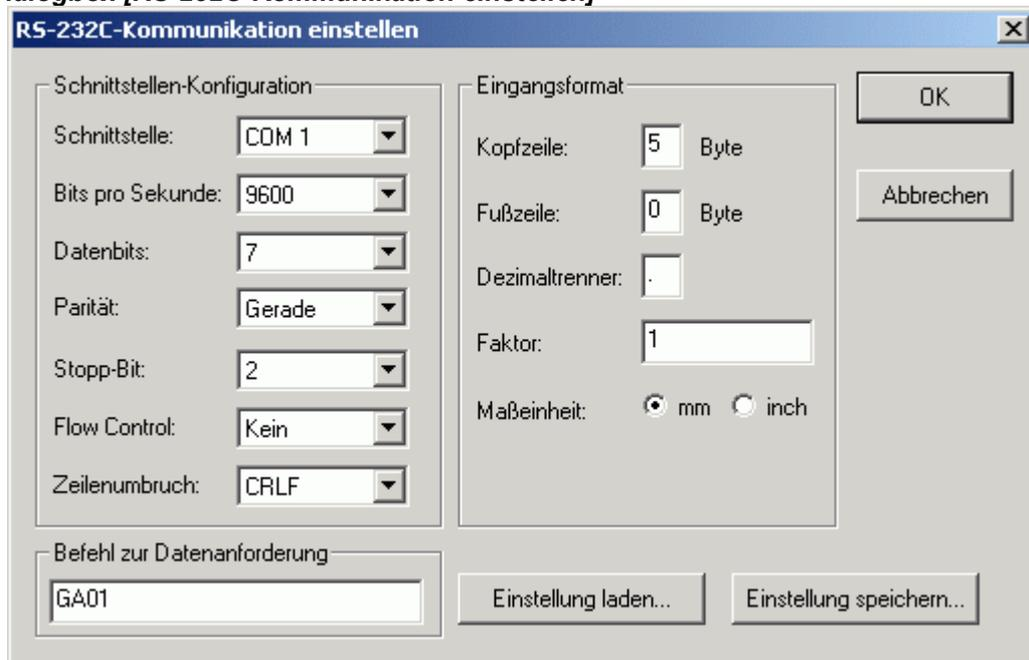

Abb. 5-5-4 [RS-232C-Kommunikation einstellen]
- Die Dialogbox [RS-232C-Kommunikation einstellen], wie in Abb. 5-5-4 gezeigt, wird geöffnet.